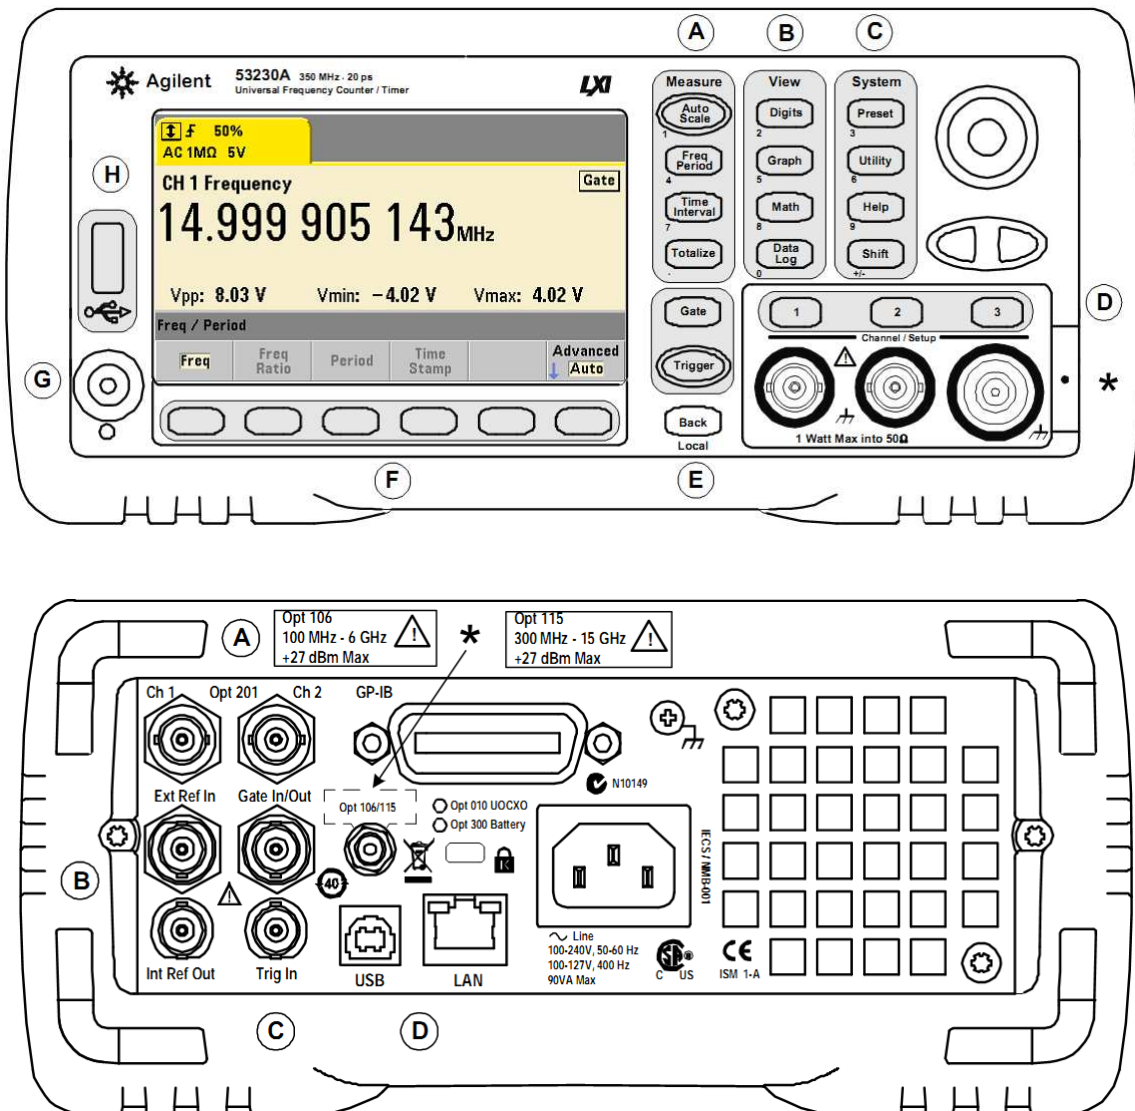

Рис. 1-1 Универсальный частотомер-таймер 53220A/53230A
На рис. 1-1 показан внешний вид передней и задней панели универсального частотомера-таймера Agilent 53230A. Частотомеры 53220A и 53230A имеют одинаковые размеры и одинаковые приборные опции, за исключением опции 150 (микропрограмма импульсных измерений), которую можно применять только с прибором 53230A.
Серым фоном на рис. 1-1 выделены группы клавиш, выполняющих сходные функции. Ниже кратко описаны эти группы.
- Д. Клавиши выбора каналов** – служат для выбора входных каналов и вывода на дисплей меню функциональных клавиш, которое используется для конфигурирования тракта входного сигнала. Обратите внимание на то, что на рис. 1-1 показан соединитель канала 3 (опция 106 / 115). Конфигурирование сигнального тракта описано в главе 4.
Задняя панель прибора 53230A, показанная на рис. 1-1, содержит приборную опцию 201 (параллельный вход на задней панели) и интерфейс GPIB (опция 400). Ниже вкратце описаны соединители на задней панели.